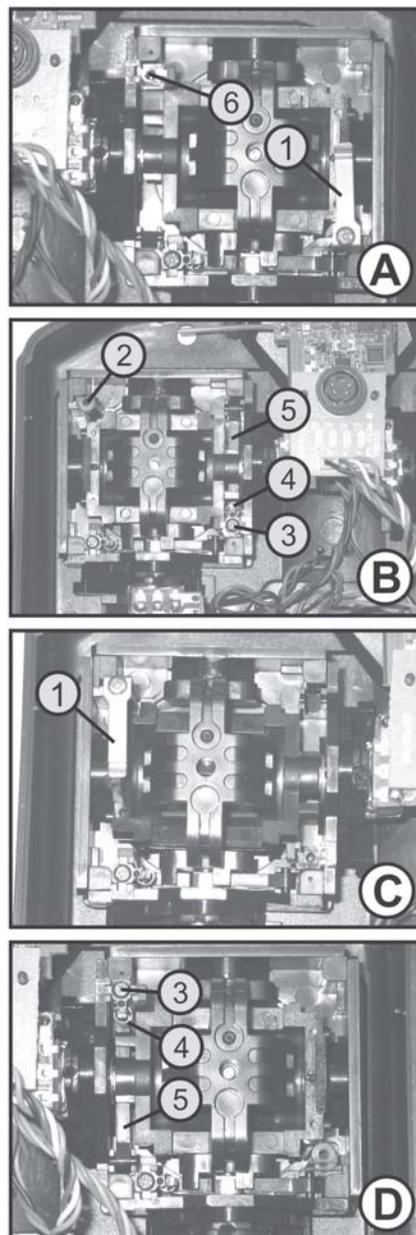

Figure 13
Suspendez ensuite à nouveau le levier de rappel (5) (vu de derrière) à l'envers sur l'unité de droite (voir fig. 13 D). À l'aide d'une pincette, vous pouvez suspendre le ressort de traction (4) sur le bas du levier de rappel (5) puis tendre les ressorts à l'aide d'un fil de fer fin ou d'une aiguille dont vous courbez les extrémités pour former un crochet de retenue avec une pince pointue.
Glissez ensuite le mécanisme des vis de réglage (3) dans le guide prévu à cet effet (6) (vu par l'arrière) sur l'unité de droite (voir fig. 13 A) puis suspendez les ressorts de traction en haut dans le crochet du mécanisme de réglage.